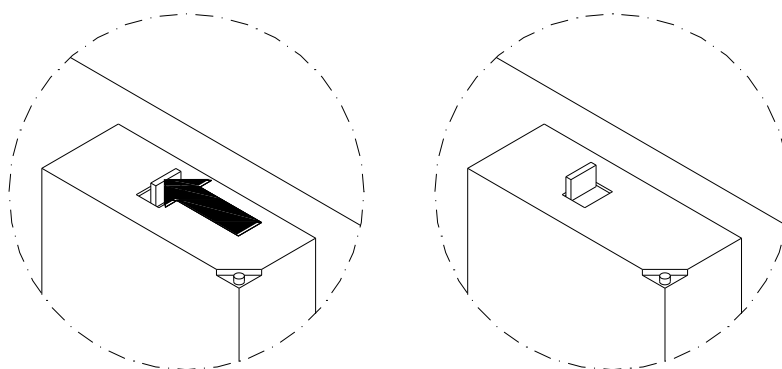

Figura 28 - Ripristino del Monitoraggio
- Ripristinare il relè del monitoraggio come mostrato in *Figura 28*